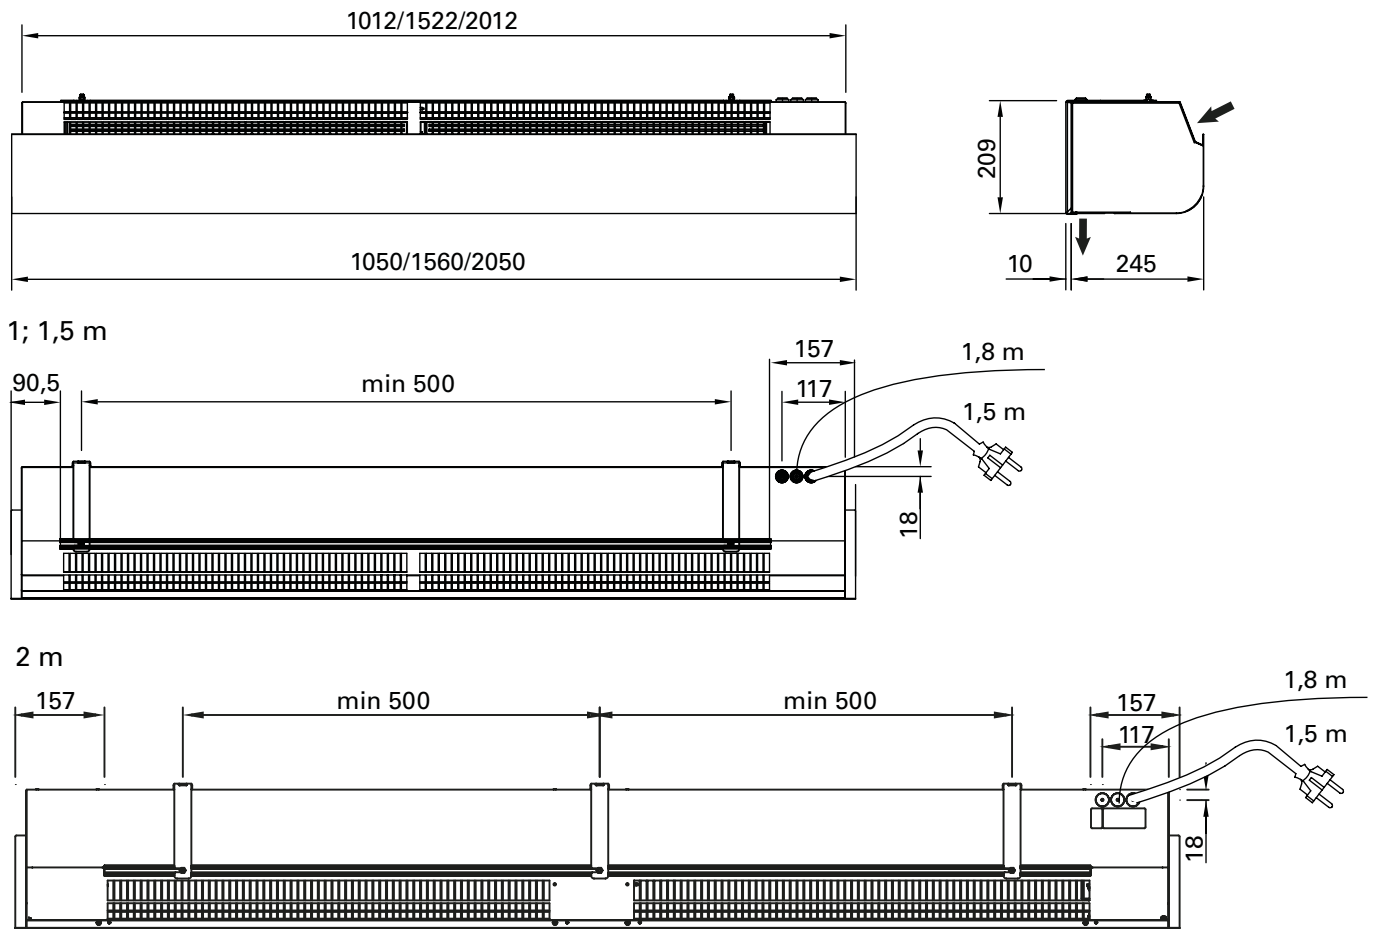
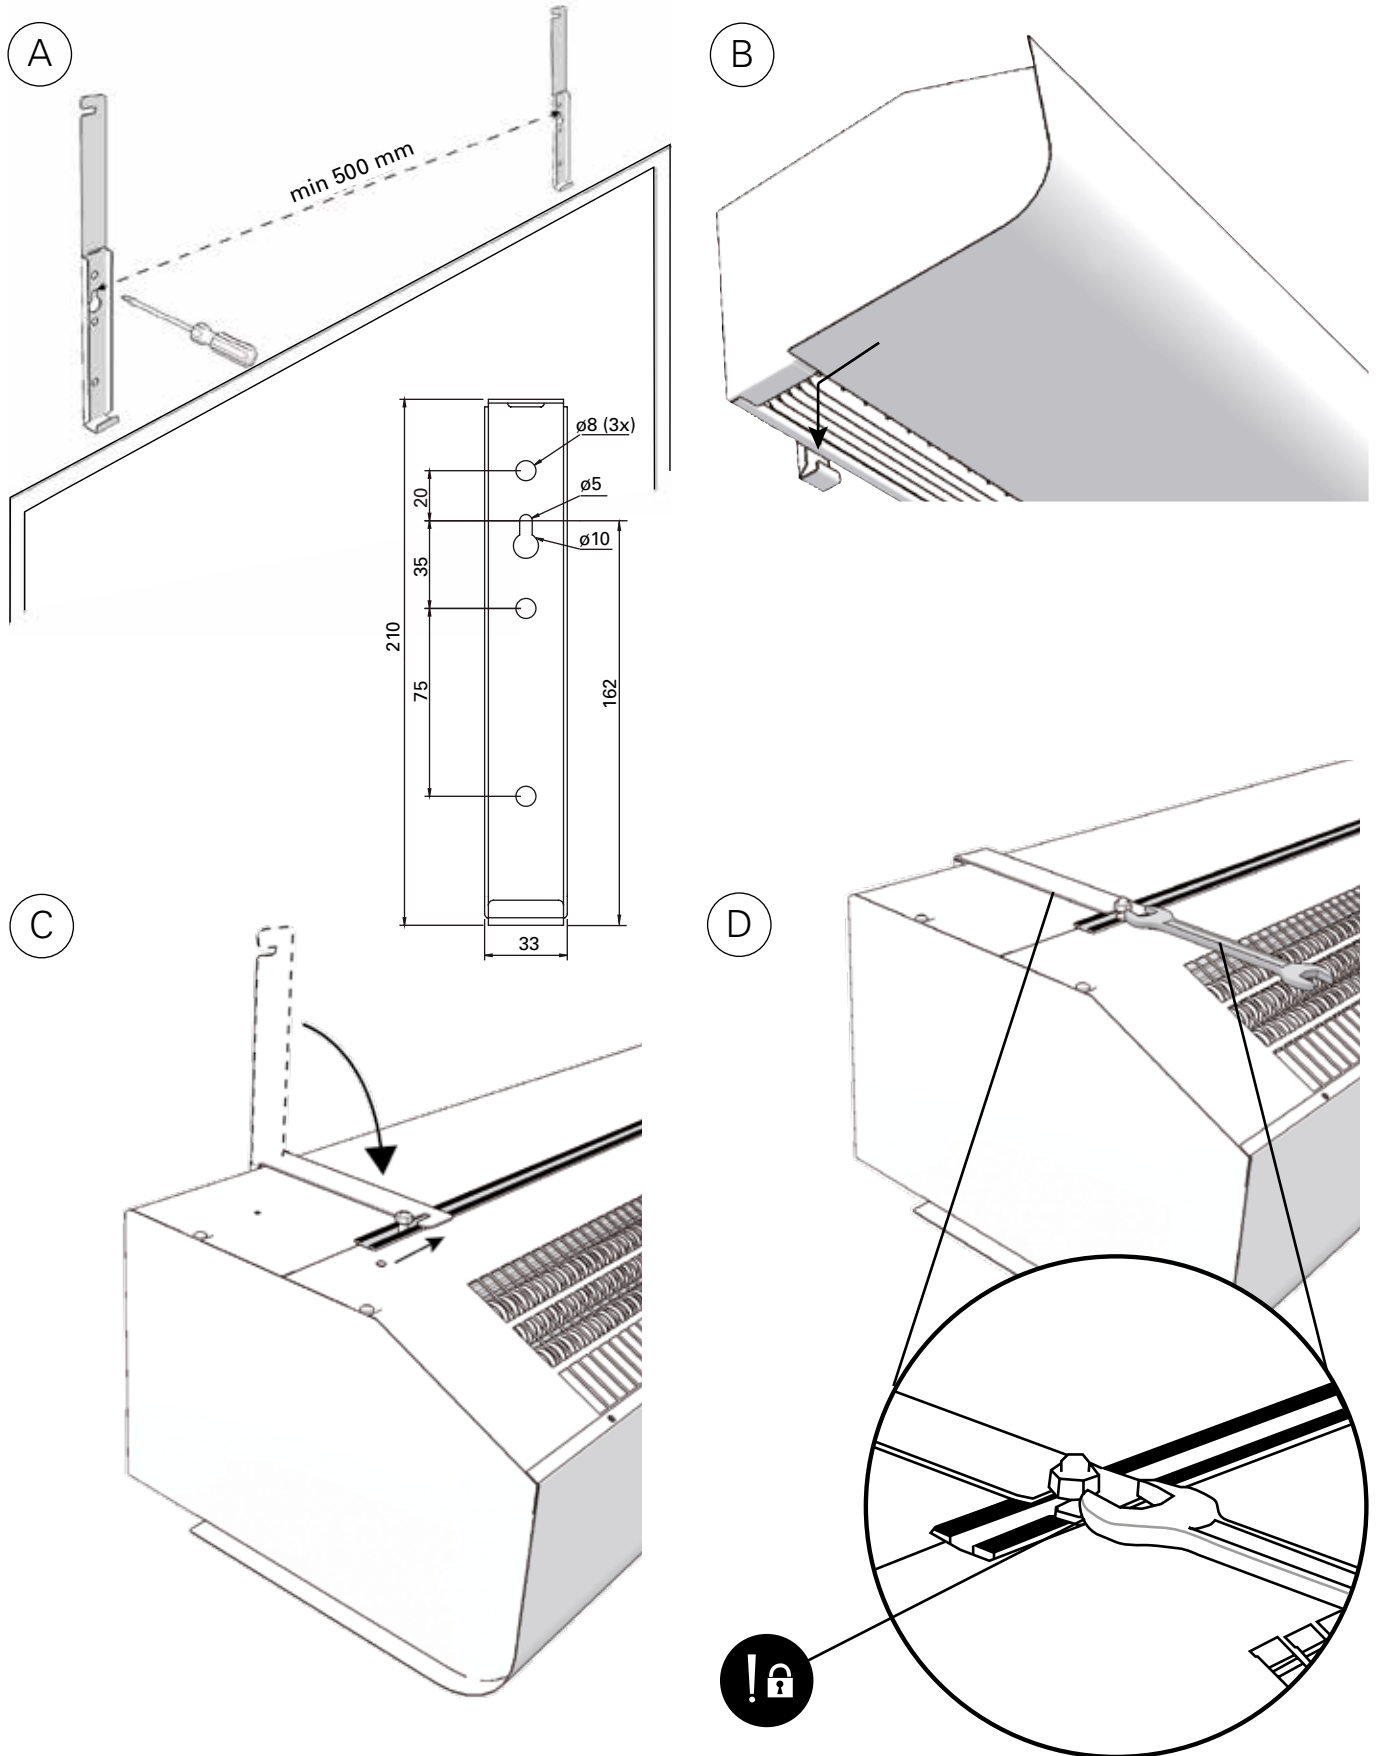

Fig. 1
Fig. 4: Mounting with wall brackets
Montering med veggkonsoller (fig. 4)
1. Fest konsollene på veggen, se fig. 4 A og målskisse fig. 1. Hvis veggen er ujevn, må man kompensere for dette med konsollene.
2. Hekt apparatet på den nedre kanten av konsollene. (Fig. 4 B)
3. Bøy toppen av konsollen over apparatet og skyv skruene på apparatet langs skinnen og inn i sporene på konsollene. (Fig. 4 C) Når konsollen har blitt bøyd én gang, må den byttes ut hvis den bøyes bakover mer enn 45°.
4. Lås mutterne mot konsollene. (Fig. 4 D)